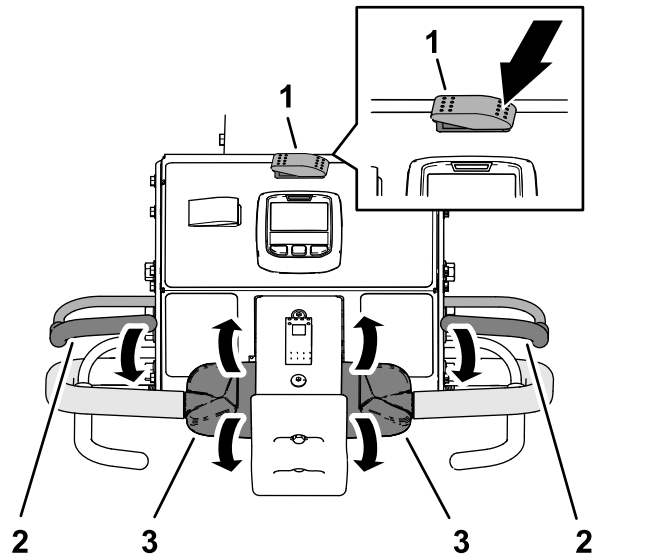

図 83
3. 移動走行・エアレーションスイッチの左側を押して移動走行位置にする 図 83。
5. 左または右のハンドルバーとオペレータベイルをつかんで 図 83 ベイルを握り込む。